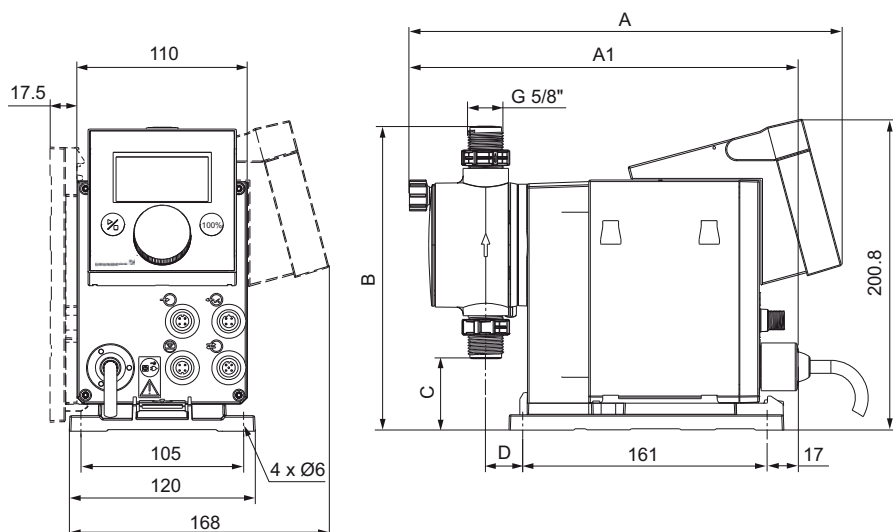

Fig. 4 Schémas cotés
- Le plateau de fixation peut être utilisé comme plaque de perçage, voir fig. 4 pour les distances entre les orifices de perçage.